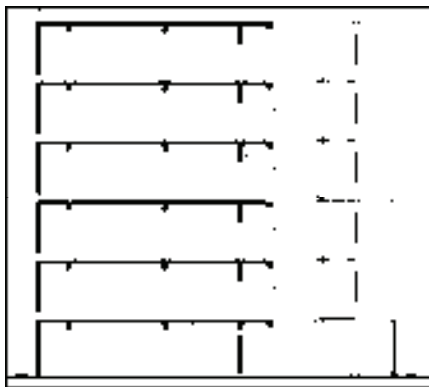

图 14-166 剖面填充
14) 单击“确定”按钮关闭对话框, 绘制剖面填充的结果如图 14-166 所示。